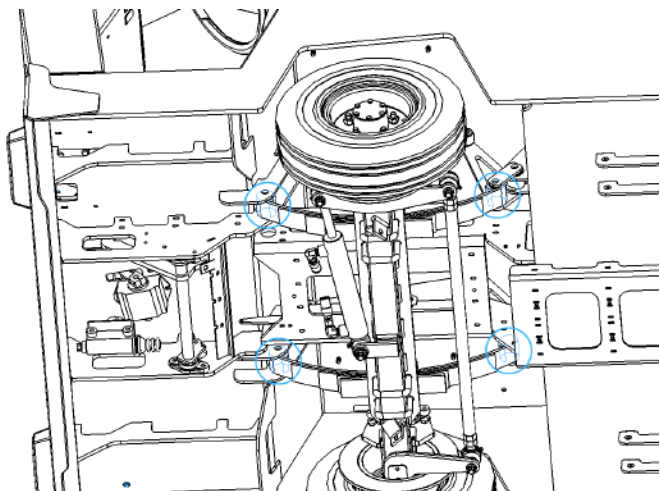

Figure 36. Plaques de montage de la suspension.
- Plaques de montage de la suspension arrière (2) (see Figure 36).